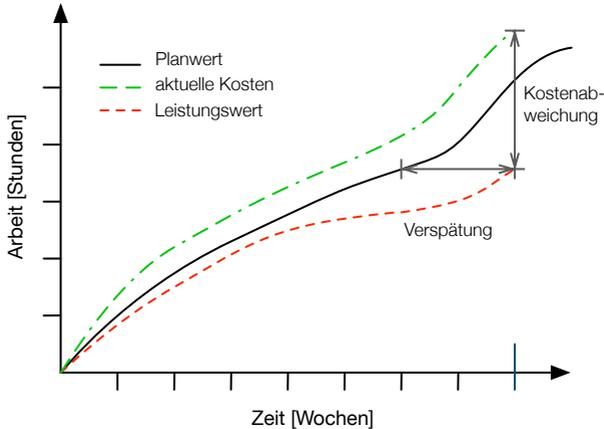

Abbildung 6.1: Analyse basierend auf Leistungswertmethode.
Wenn Sie die drei Werte PV, AC und EV über der Zeit beobachten, können Sie frühzeitig Hinweise auf Aufwandsabweichungen und Verzögerungen erhalten (siehe Abb. 6.1).
- Verlauf von Planwert, Leistungswert und aktuellem Aufwand über der Zeit, siehe Abb. 6.1